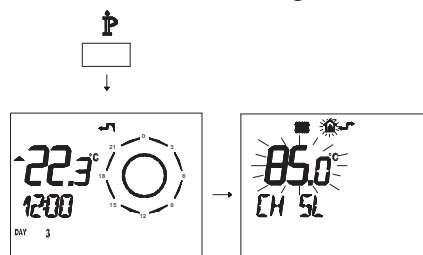

Figura 5.56
- Premere per più di 3 secondi il pulsante  per entrare in modalità **INFO** (Figura 5.56).